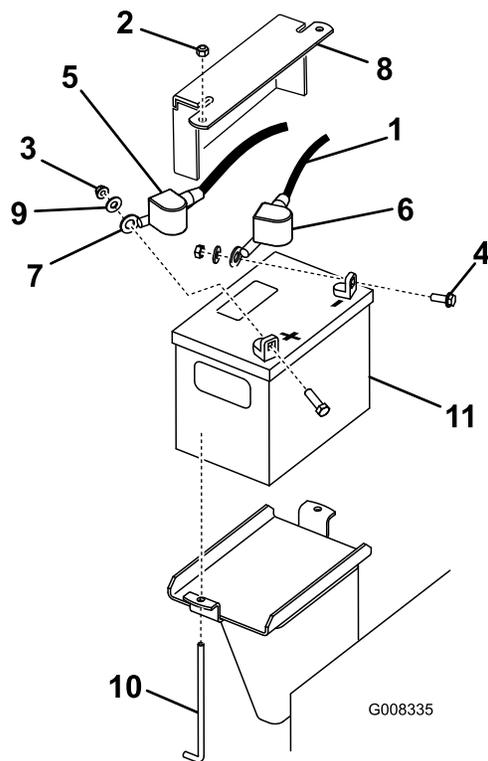

Figura 40
3. Togliete il cappuccio di gomma nero dal cavo negativo. Staccate il cavo negativo della batteria dal morsetto negativo (-) della batteria (Figura 40).
4. Sfilate la guaina rossa del morsetto dal morsetto positivo (rosso) della batteria. Togliete quindi il cavo positivo (rosso) della batteria (Figura 40).
5. Rimuovete la piastra di tenuta, i bulloni a J e i dadi di bloccaggio che fissano la batteria (Figura 40) e rimuovete la batteria.